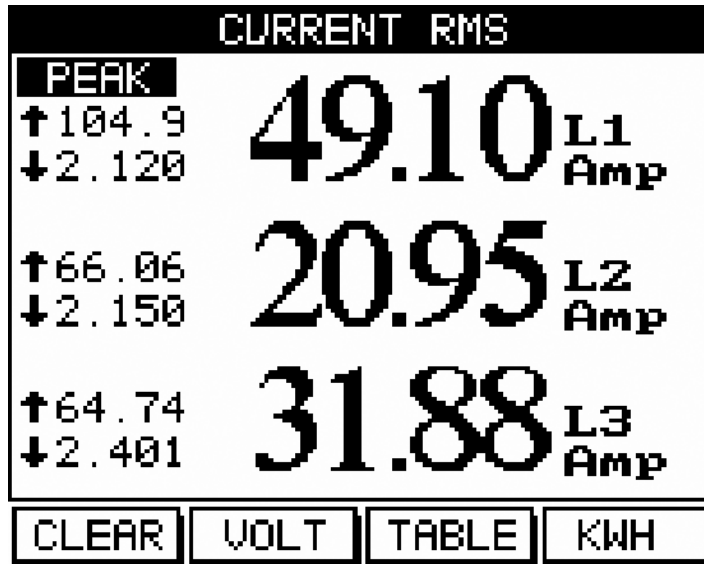

Рис. 5.1
2. Нажмите «Enter». На дисплее появится экран индикации токов (рис. 5.1):
2. Нажмите «Enter». На дисплее появится экран индикации токов (рис. 5.1).
- Нажмите «Enter». На дисплее появится экран индикации токов (рис. 5.1).